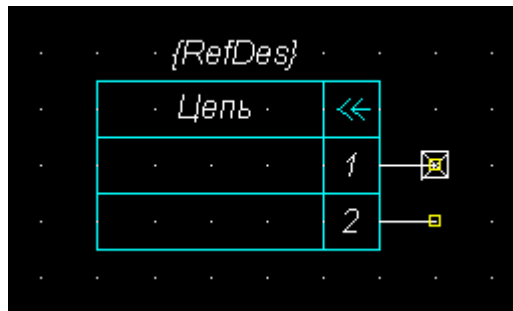

Рис. 28 Символ разъема
10.2 Создайте символ разъема на два контакта с выводами расположенными справа от разъема (рис. 28).